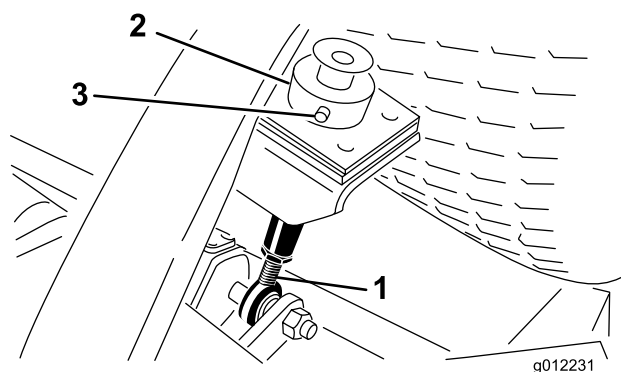

Figura 9
5. Rimuovete la coppia e il perno con testa che fissano il collare dell'altezza di taglio alla relativa asta sulla parte posteriore dell'apparato di taglio (Figura 9).